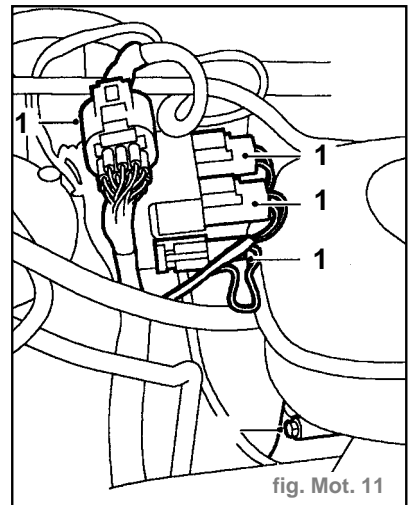

fig. Mot. 11
- rite de liquide de refroidissement du boîtier du thermostat (5).
- Dégager les 4 fiches multibroches du support de fixation sur le tablier (1) (fig. Mot. 11).